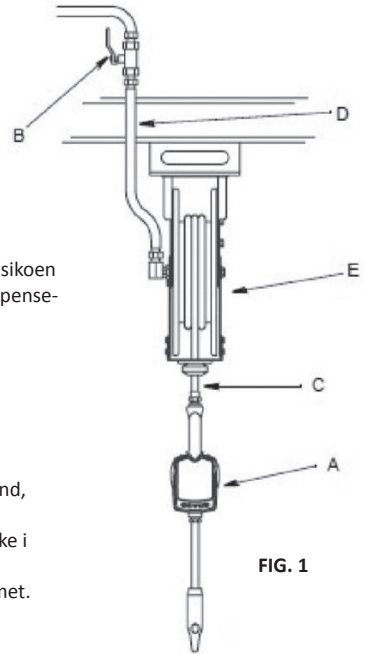

FIG. 1
FIG. 1 viser en typisk installation med slangerulle.
1. Luk for væskens lukkeventil (B, FIG. 1) på hver dispenseringsposition.
5. Luk langsomt for lukkeventilen (B, FIG. 1) ved dispenseringspositionen. Gennemskyl med en tilstrækkelig mængde olie for at sikre, at hele systemet er rengjort. Luk for ventilen.